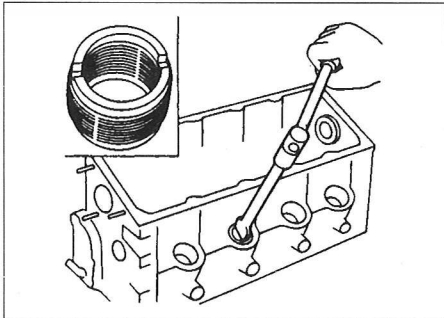

Fig. 7
- Desmontar o casquilho roscado de fixação da câmara de pré-combustão (Fig. 7).
- Remover a câmara de pré-combustão do seu alojamento (Fig. 7).